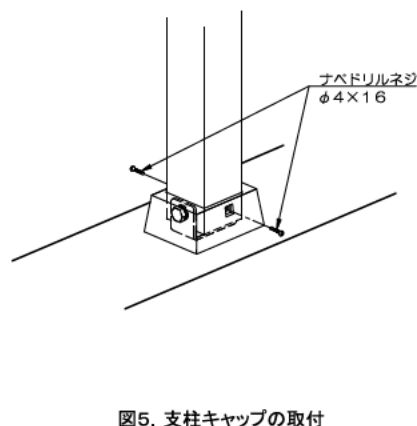

図5. 支柱キャップの取付
- (2) 支柱キャップをナベドリルネジφ4×16で固定してください(図5)。